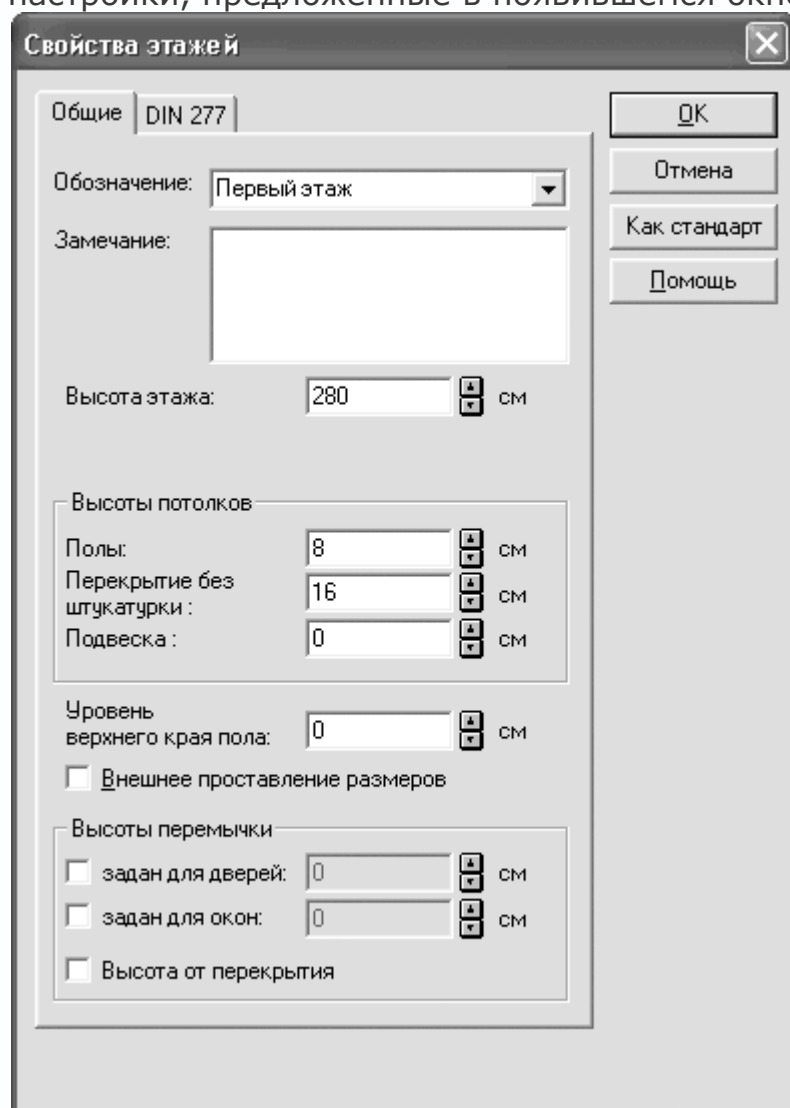

Рис. 1.53. Окно Свойства этажей
1. Начните с создания нового проекта – выполните команду Файл → Новый или воспользуйтесь кнопкой Новый проект на горизонтальной панели инструментов. Не изменяйте настройки, предложенные в появившемся окне (рис. 1.53), и нажмите ОК.